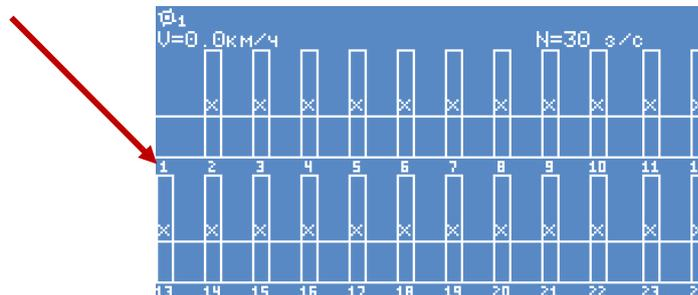

Рисунок 21
3. Находясь на главном экране (см. «Рисунок 21») нужно открыть главное меню нажатием кнопки «**Меню**».